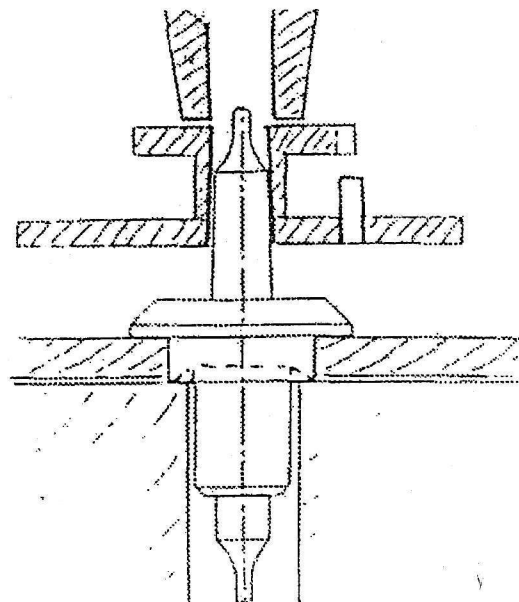

fig.9
a) - On pose le balancier renversé sur une potence à river (**fig.9**).